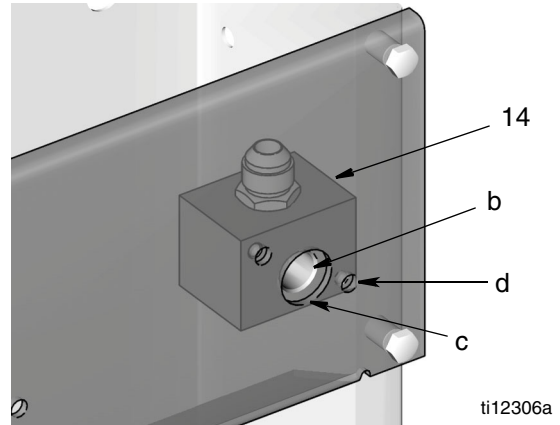
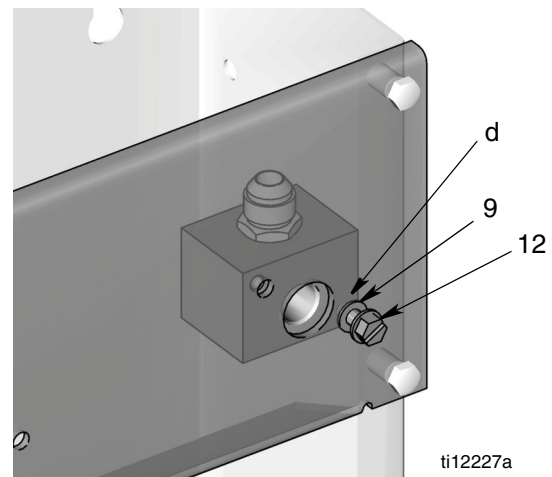

ABB. 12
ABB. 13
2. Positionieren Sie den Verteiler (14) in der Ölzapftheke, indem Sie die Öffnung (b) an der Vorderseite des Verteilers in Übereinstimmung mit der Öffnung (c) an der Frontblende (107) bringen, wie in ABB. 12 gezeigt.
3. Installieren Sie zunächst nur die **untere** Vorderschraube (12) und die Scheibe (9) in der Öffnung (d), um den Verteiler locker an der Frontblende anzubringen. (Siehe ABB. 12 und ABB. 13.) **Ziehen Sie die Schraube noch nicht fest an.** Drehen Sie sie nur so weit, bis die Gewinde weit genug eingeschraubt sind, um den Verteiler in seiner Position zu halten.